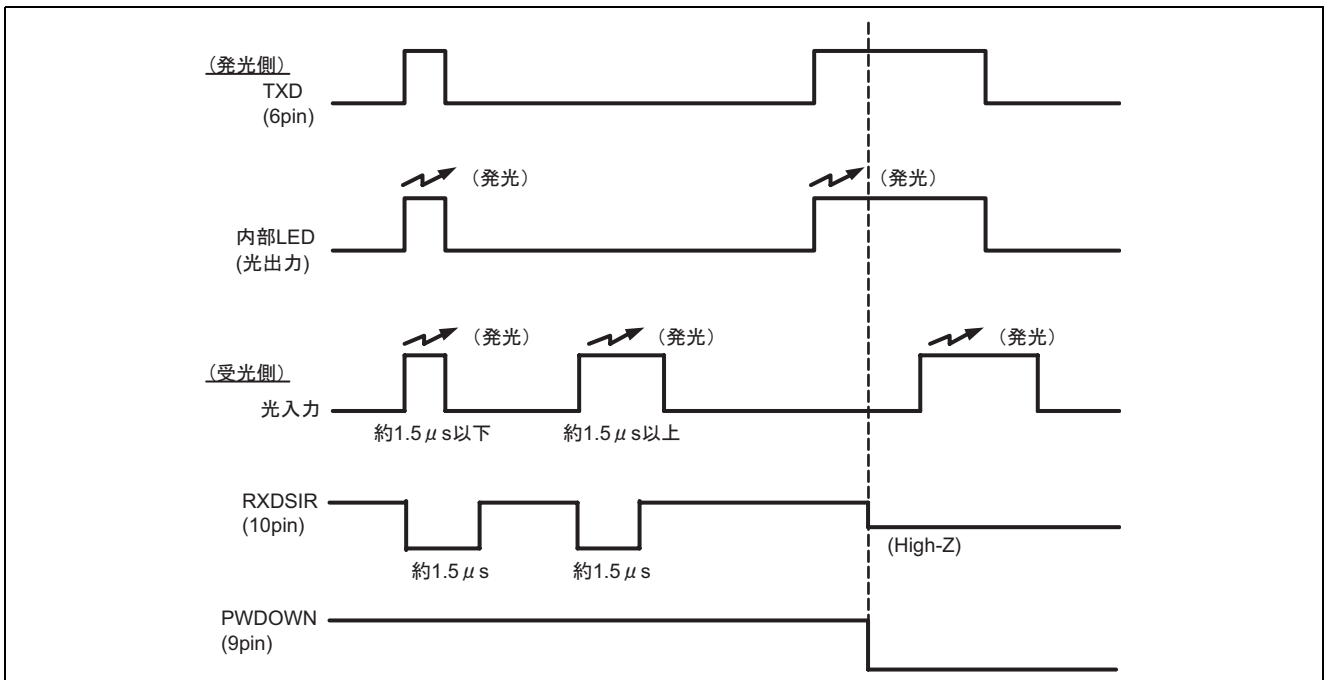

図 2 赤外光トランシーバ動作タイミングチャート例
- (b) 図 2 に赤外光トランシーバの動作タイミングチャートを示します。